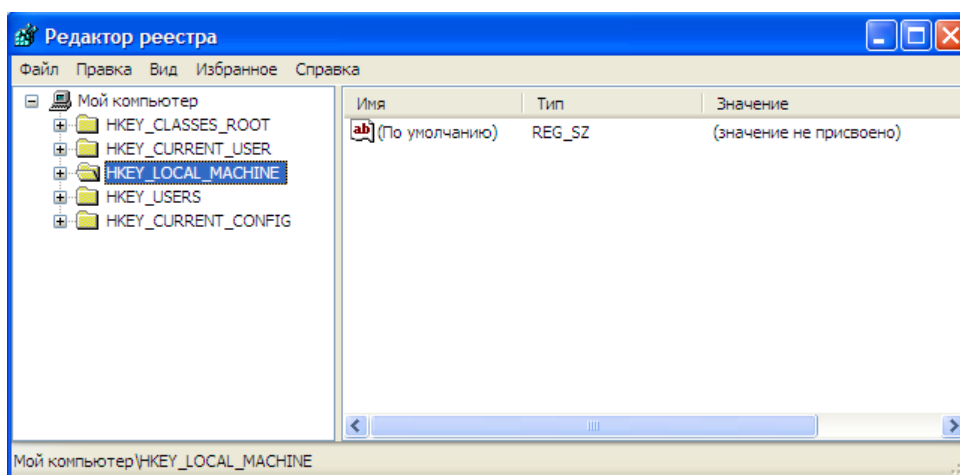

Рис. 11.3-2. Диалоговое окно редактора реестра
4. В результате, откроется редактор системного реестра (Рис. 11.3-2).